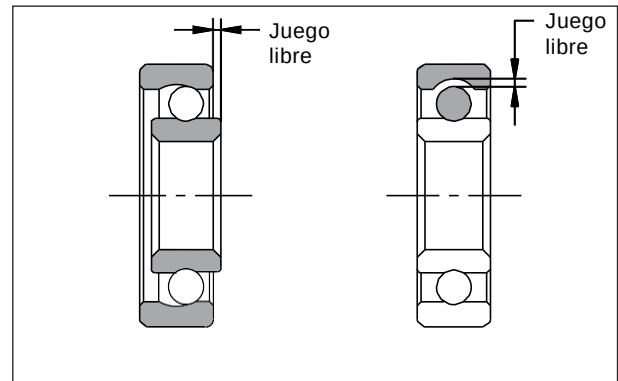

Fig. 6.6
- Revise el juego libre del aro interno con la mano mientras el rodamiento aun esta instalado en la rueda. (Fig. 6.6)